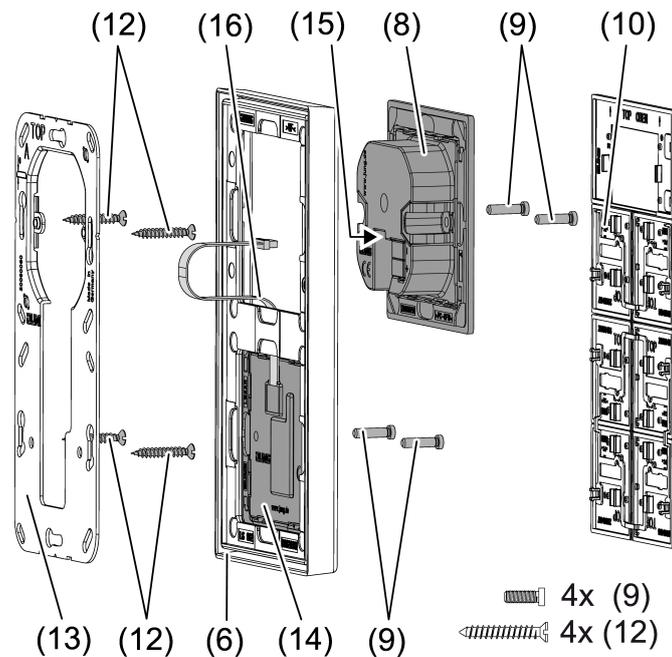

Figura 3: Montaje con módulo de ampliación del sensor de tecla
Si se utiliza el módulo de ampliación del sensor de tecla (véase figura 3): montaje preferiblemente en vertical. Utilizar el aro de soporte grande (13). En caso de montaje en una sola caja para mecanismos, empotrar los tornillos inferiores en la pared, p. ej., con un agujero de $\varnothing 6 \times 10$ mm. Utilizar el aro de soporte como plantilla.
- Montar correctamente el aro de soporte (5) o (13) en una caja para mecanismos. Tener en cuenta la marca **TOP** = arriba; marca **A** o **B** delante. Utilizar tornillos Allen (12) (véanse los accesorios).
- Encajar el marco (6) en el aro de soporte.
- Montar el módulo de ampliación del sensor de tecla (14) preferiblemente en la parte de abajo. Pasar el cable de conexión (16) entre el aro de soporte y la pieza de unión intermedia.
- Módulo de ampliación del sensor de tecla: insertar correctamente la línea de conexión (16) en el conector (15) del módulo de reglaje. No apretar la línea de conexión (véase figura 3).
- Conectar el módulo de reglaje (8) con el borne de conexión KNX (11) al KNX y encajar en el aro de soporte.
- Fijar el módulo de reglaje (8) y el módulo de ampliación del sensor de tecla (12) al aro de soporte utilizando opcionalmente tornillos de plástico (9) (véanse los accesorios). Apretar solo ligeramente los tornillos de plástico.
- Antes de montar las superficies de mando (10), cargar la dirección física en el aparato (véase la puesta en funcionamiento).